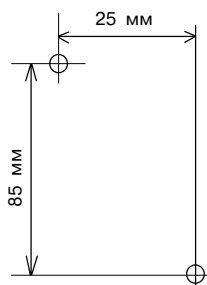

Рис. 28 Схема разметки для установки БРШС-РК
- произведите разметку отверстий для крепления БРШС-РК к стене, просверлите отверстия согласно рис. 28.